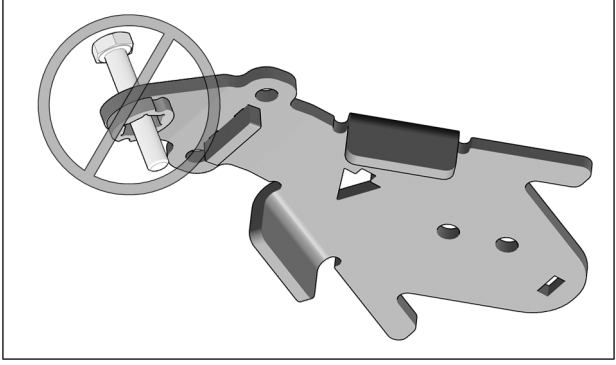

Fig. 13
**ATTENTION:** Assurez-vous d'insérer le boulon dans le bon sens. Voir la Fig. 13